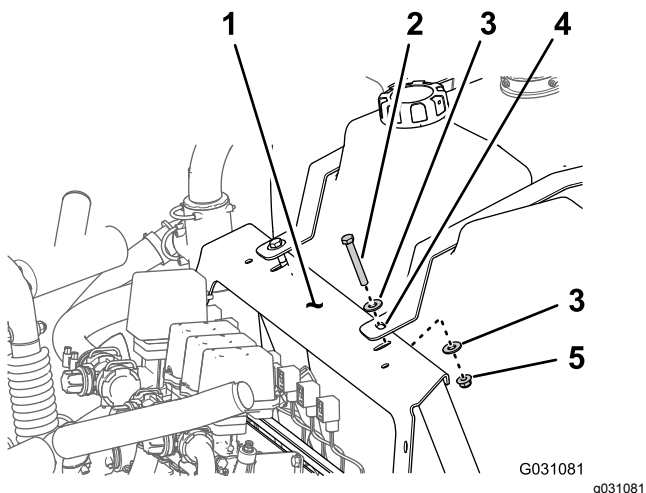

図 98
- A. すすぎタンクの固定ベルトをマニホルドマウントに固定しているボルト3/8 x 2-3/4"、フランジロックナット3/8"、ワッシャ3/8"を取り外す 図 98。